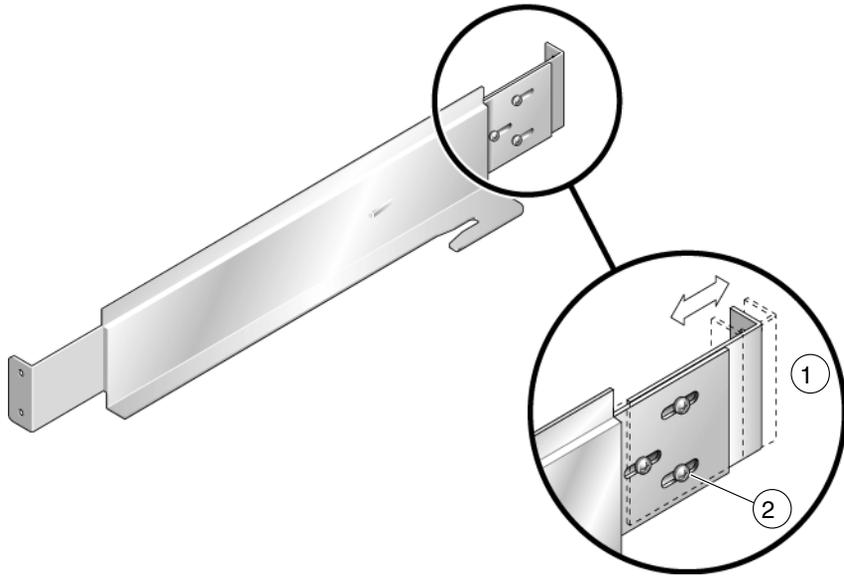

FIGURE 2-4 Pattes coulissantes
- 4. Desserrez les vis (FIGURE 2-4) de fixation des pattes coulissantes aux rails de montage**